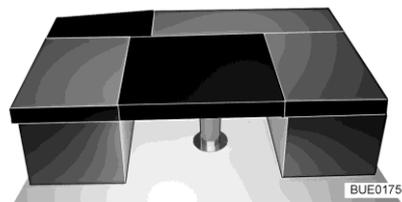

Fig. 120 Dopo la trasformazione
- Collocare il cuscino aggiuntivo rettangolare sul tavolo (tra i cuscini dei sedili dei divani, vedi Fig. 120).